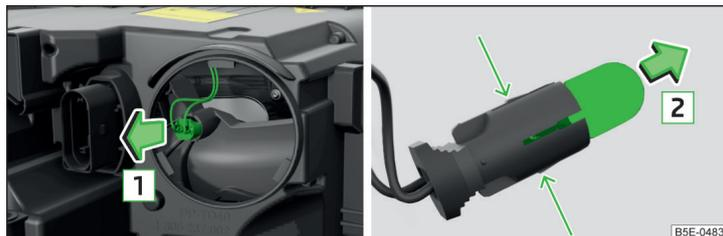

Abb. 227 Scheinwerfer mit Xenon-Licht: Glühlampe für zusätzliches Standlicht
- › Den Sockel mit der Glühlampe mit Wackelbewegungen in Pfeilrichtung **1** » Abb. 227 herausziehen.